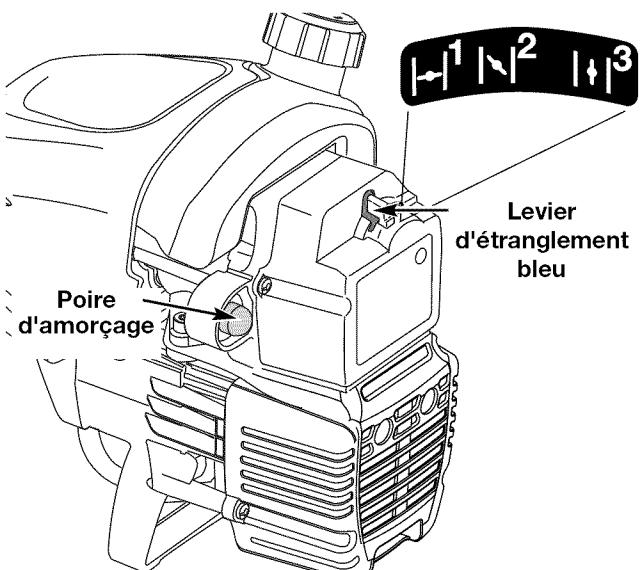

Fig. 20
2. Pressez et relâchez la poire d'amorçage à 10 reprises, lentement. Une certaine quantité d'essence **devrait être visible dans la poire d'amorçage** et les conduites d'essence (Fig. 20). Si vous n'apercevez pas d'essence dans la poire, pressez et relâchez la poire autant de fois qu'il le faut pour y voir de l'essence.
3. Placez le levier d'étranglement bleu en **position 1** (Fig. 20).
5. Placez le levier d'étranglement bleu en **position 2** (Fig. 20).
8. Placez le levier d'étranglement bleu en **position 3** (Fig. 20). La machine est prête à être utilisée.
SI... le moteur hésite, remettez le levier en **position 2** (Fig. 20) et continuez à le chauffer.